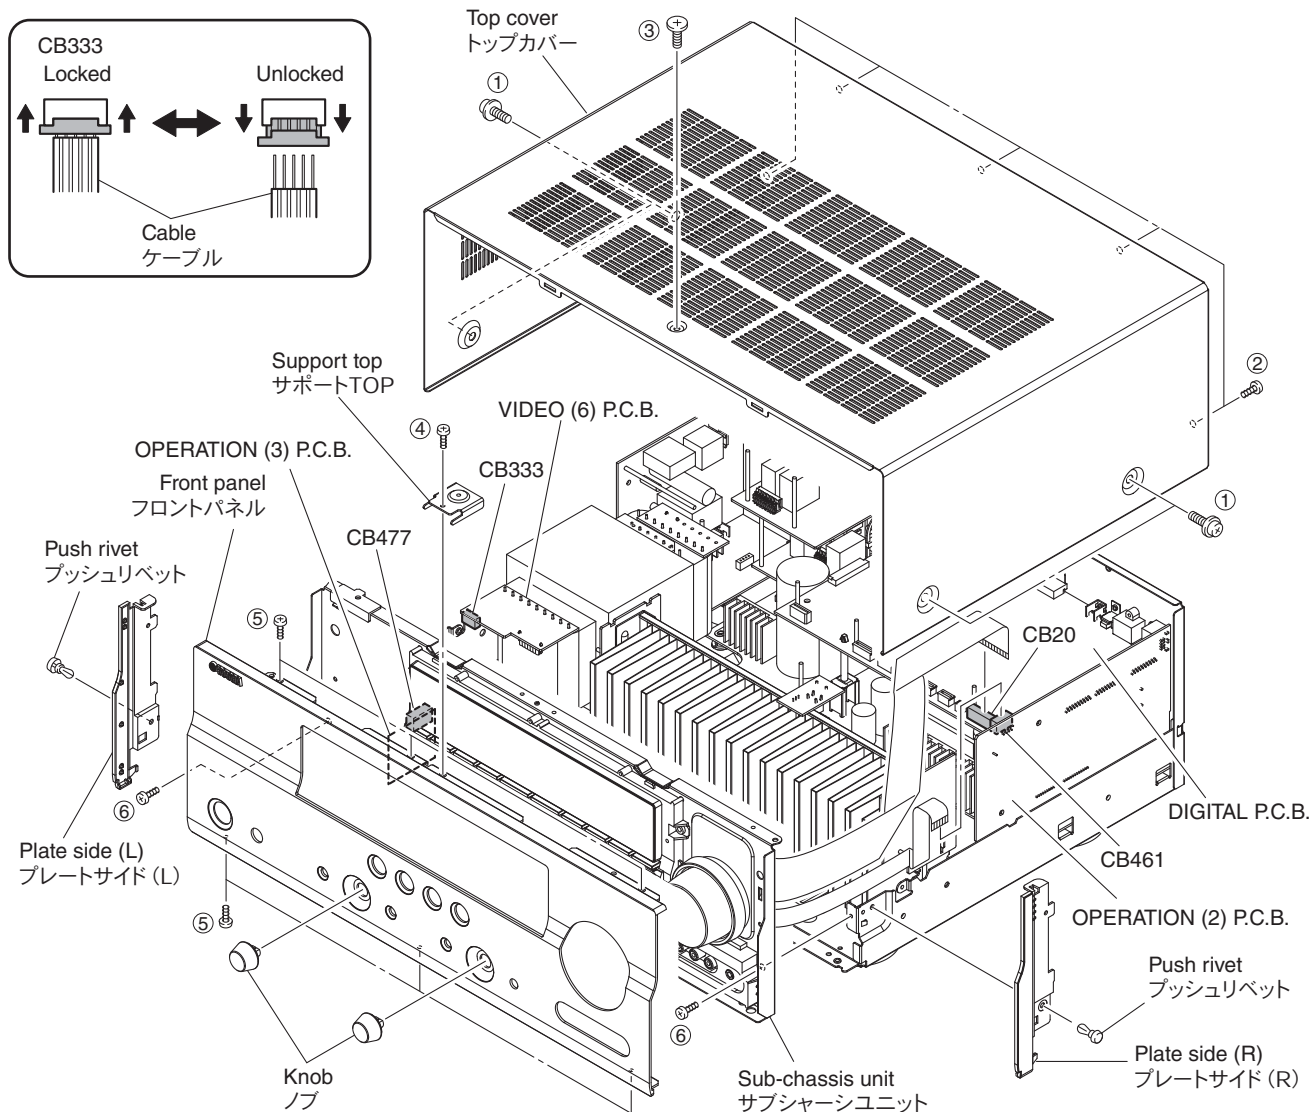

Fig. 1
- a. Remove 4 screws (①), 5 screws (②) and screw (③). (Fig. 1)
- b. Slide the top cover rearward to remove it. (Fig. 1)
- a. Remove screw (④) and then remove the support top. (Fig. 1)
- b. Remove 2 knobs. (Fig. 1)
- c. Remove 6 screws (⑤) and then remove the front panel. (Fig. 1)
- d. Remove 2 push rivets and then remove the plate side (L) and (R). (Fig. 1)
- e. Remove CB20, CB461 and CB477. (Fig. 1)
- f. Remove 2 screws (⑥) and then pull out the sub-chassis unit. (Fig. 1)
- g. Unlock and remove CB333. (Fig. 1)
- h. Remove the sub-chassis unit. (Fig. 1)
- a. ①のネジ4本、②のネジ5本、③のネジ1本を外します。(Fig. 1)
- b. トップカバーを後方へスライドさせ、取り外します。(Fig. 1)
- a. ④のネジ1本を外し、サポートトップを取り外します。(Fig. 1)
- b. ノブ2個を取り外します。(Fig. 1)
- c. ⑤のネジ6本を外し、フロントパネルを取り外します。(Fig. 1)
- d. プッシュリベット2個を外し、プレートサイド(L)、(R)を取り外します。(Fig. 1)
- e. CB20、CB461、CB477を外します。(Fig. 1)
- f. ⑥のネジ2本を外し、サブシャーシユニットを引き出します。(Fig. 1)
- g. ロックを外し、CB333を外します。(Fig. 1)
- h. サブシャーシユニットを取り外します。(Fig. 1)